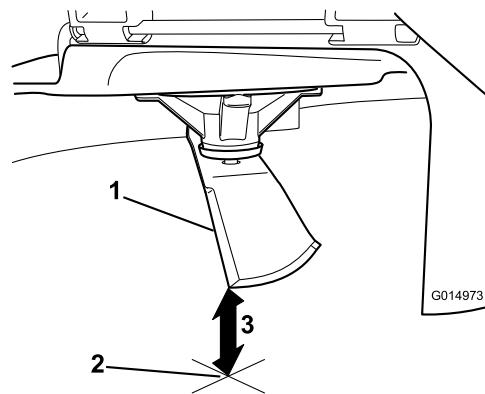

Figure 72
3. Mesurez la distance entre la pointe de la lame et la surface plane (Figure 72).